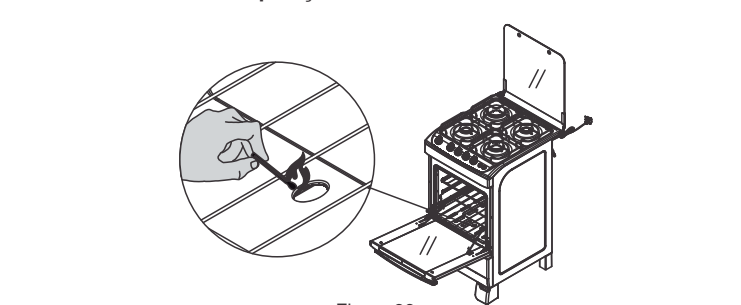

Figura 36
- Levante a tampa de vidro da mesa. Figura 36.
- Abra a porta do forno. Figura 36.